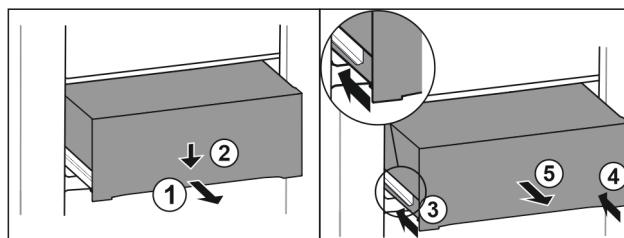

Fig. 133
- Вытяните выдвижной ящик наполовину. Fig. 133 (1)
- Вдавите выдвижной ящик в передней части вниз. Fig. 133 (2)
- Задвиньте левую направляющую прим. на 2 см. Fig. 133 (3)
- Задвиньте правую направляющую прим. на 2 см. Fig. 133 (4)
- Извлеките выдвижной ящик движением вперед. Fig. 133 (5)